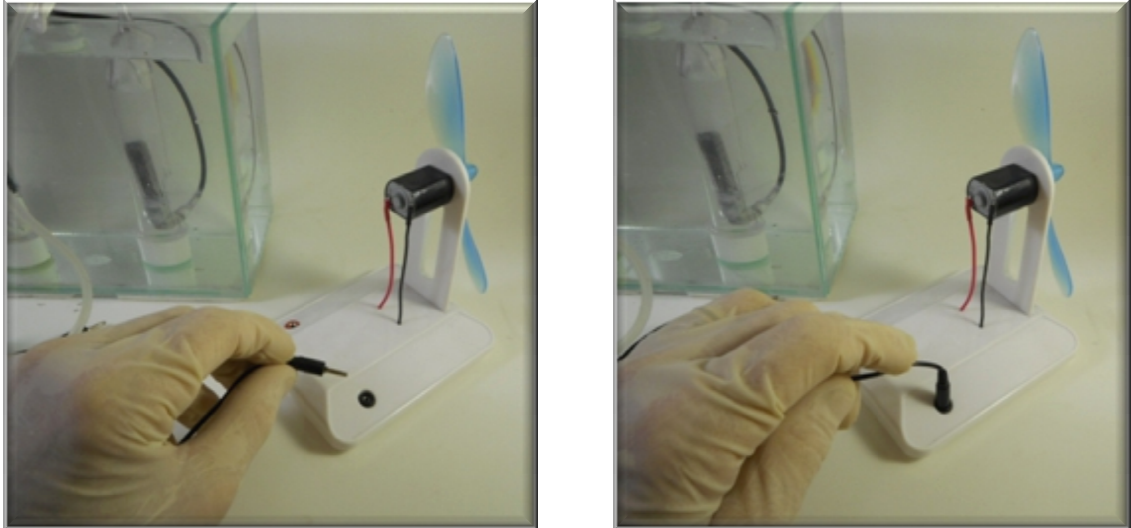

Figura 55 - Conexão do cabo ao borne negativo do motor
Passo 4) Ligação ao motor. Com a outra extremidade do cabo negativo (já ligado à célula a combustível), fazemos a ligação ao borne negativo do motor DC como na figura 55.